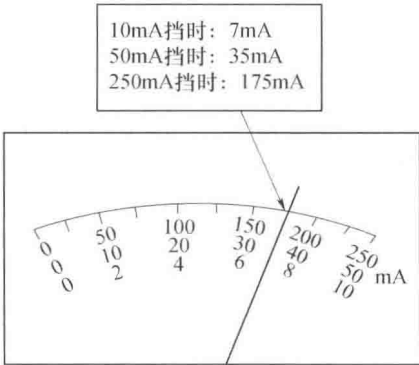

图 1-9 测直流电流时的读数方法
(1) 把转换开关拨到直流电流挡，选择合适的量程。
(2) 将万用表串联在被测电路中，电流应从红表笔流入、黑表笔流出，不可接反。若发现表针反偏，应立即调换红、黑表笔的接入位置。
(3) 根据指针稳定时的位置及所选量程正确读数。电流表指示值的读数方法是：单位刻度的权数乘以刻度数。在图 1-9 中，当转换开关位于“10mA”挡时，指示值为  $3.5 \times 2\text{mA} = 7\text{mA}$ ；当转换开关位于“50mA”挡时，指示值为  $3.5 \times 10\text{mA} = 35\text{mA}$ ；当转换开关位于“250mA”挡时，指示值为  $3.5 \times 50\text{mA} = 175\text{mA}$ ；以此类推。